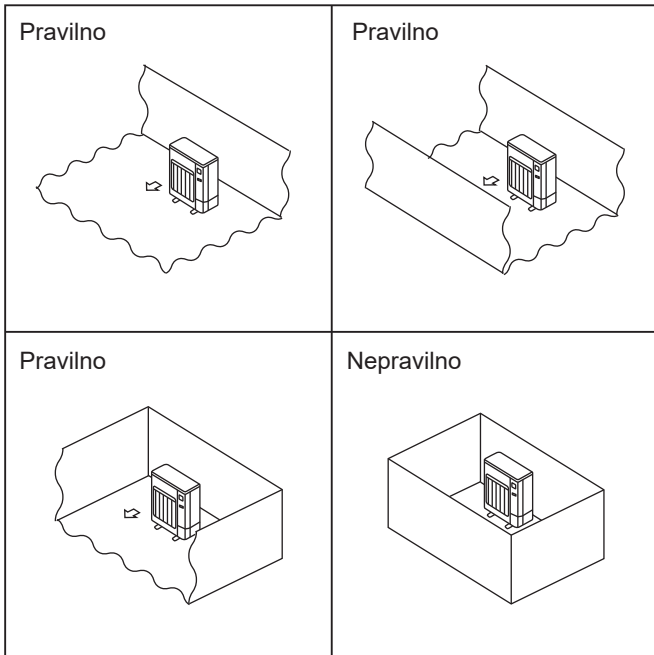

Fig. 2-1
- Zunanje enote namestite v dovolj velikem prostoru brez vdrtin, kjer je vsaj ena od štirih strani odprta. (Fig. 2-1)